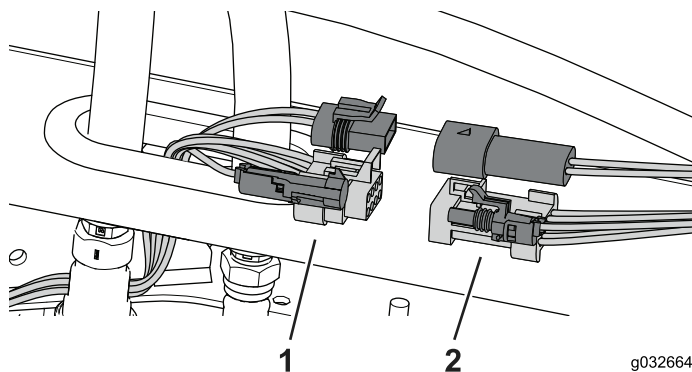

Figure 108
3. Débranchez le faisceau de la machine du faisceau de la cabine (Figure 108).